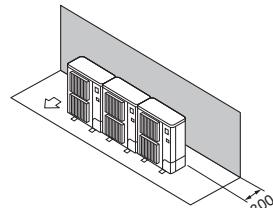

Fig. 2-9
- ⑦ Solo ostacoli anteriori e posteriori (Fig. 2-9)
- ① Solo ostacoli posteriori (Fig. 2-9)